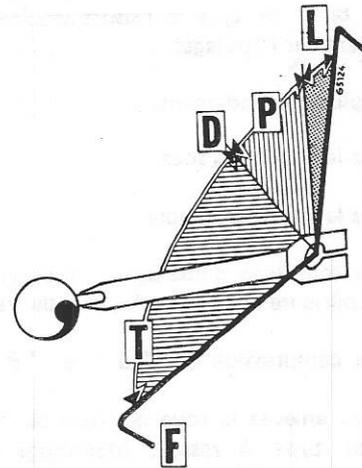

Figure 47
Suivant le type de charrue, le levier est situé dans le secteur d'extension (T, fig. 47) ou dans le secteur de compression (P). Sur les charrues travaillant en extension, la profondeur maxi est atteinte avant la position flottante (F). Lorsque dans ces mêmes conditions, le levier est amené à la position flottante (F), le système travaille en position flottante, et le système de contrôle de traction est neutralisé.
1- Correction en extension de " D " à " T ", fig. 47
2- Correction de compression de " D " à " P ", fig. 47
3- Correction en compression de " L " à " P ", fig. 47